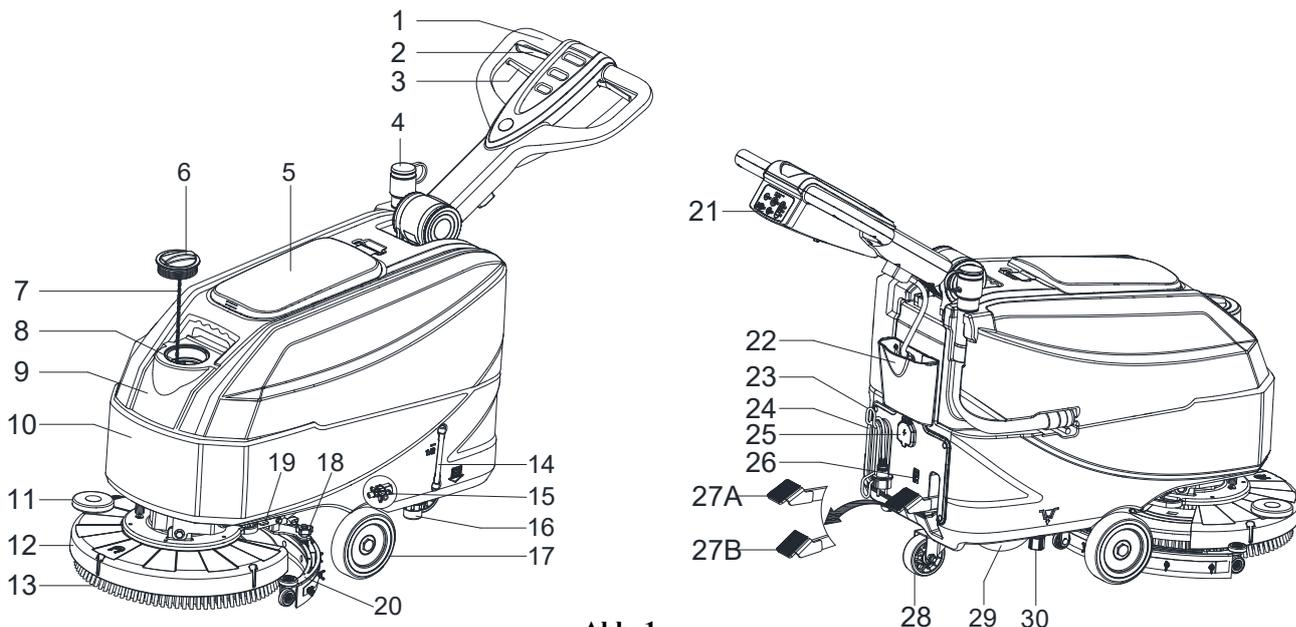

Abb. 1
**AUFBAU DES GERÄTS (wie in Abbildung 1 dargestellt)**